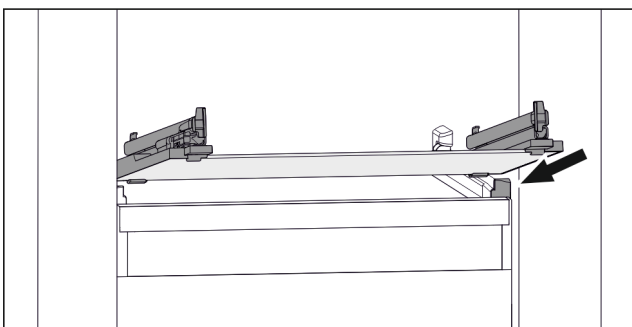

Fig. 48 Beispielhafte Darstellung der Glasplatte
- Glasplatte schräg hinter den Stopperrahmen aufsetzen. (siehe Fig. 48)